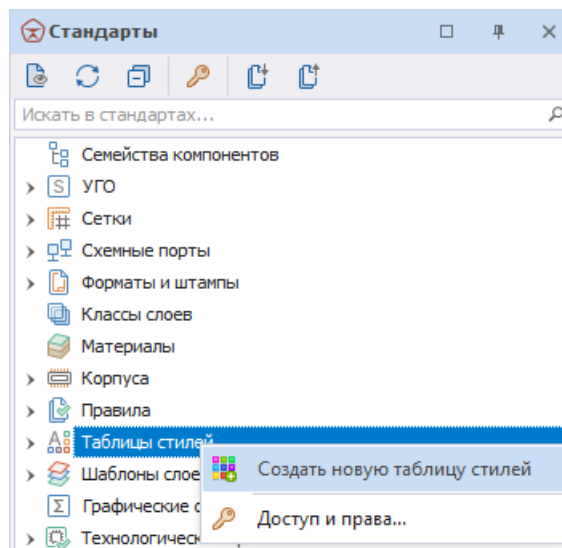

Рис. 107 Создание новой таблицы стилей
2. Вызовите контекстное меню с узла «Таблицы стилей» и выберите пункт «Создать новую таблицу стилей», см. Рис. 107.